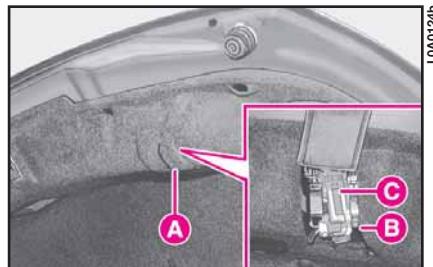

fig. 27
1) abra la tapa del maletero y levante el revestimiento **A** (fig. 27) en correspondencia a la lámpara que va a sustituir;